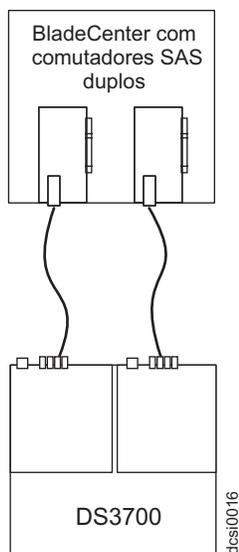

Figura 40. Exemplo de DCS3700 conectado a uma única unidade BladeCenter
2. Para criar uma conexão redundante com o host, conecte um cabo SAS de um segundo módulo de conectividade SAS a um conector do host no outro controlador no DCS3700. Só é possível criar no máximo duas conexões de host redundantes em um DCS3700 de controlador dual, sendo cada conexão a partir de um blade center com a porta do host do controlador DCS3700 conforme mostrado na Figura 40.